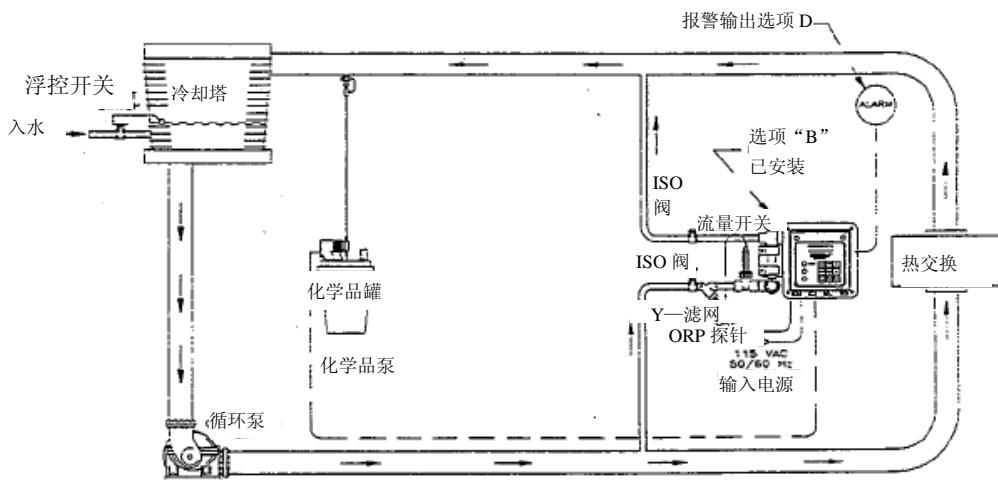

图 2 典型安装
参见图 2，典型安装。
- 流动方向应该从流量附件的底部到顶部。参见图 2，典型安装。